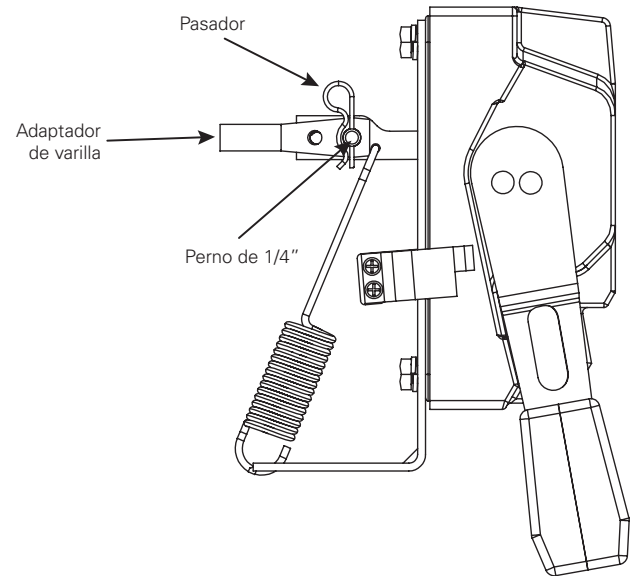

Fig. 3-1. Instale el adaptador de varilla utilizando el perno de 1/4" y asegúrelo con el pasador.
- Paso 1.** Instale el adaptador de varilla en la articulación de la manija de brida y asegúrelo con el perno de 1/4" y el pasador (vea la Fig. 3-1).